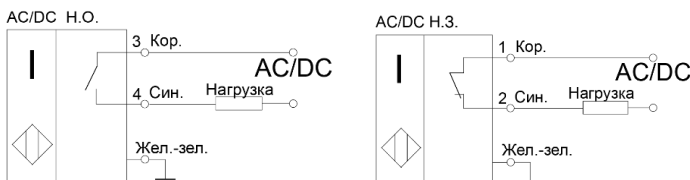

Рисунок 1 - Варианты схем подключения выключателей
3.3 Выключатели включаются в электрическую цепь по 2-х проводной схеме (Рис. 1). Соответствие выводов и схема подключения указаны в маркировке выключателя.